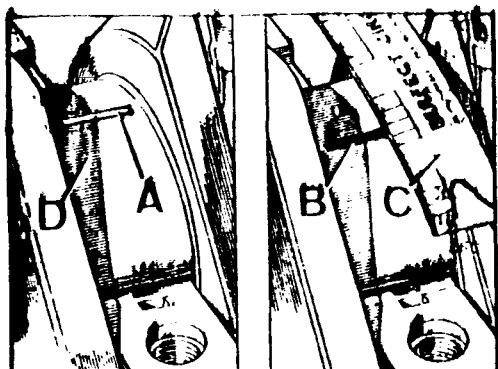

Fig. A3-93 Comprobación del juego entre los cojinetes y las muñequillas
7.1. Colocar un trozo de plastigage, A (Fig. A3-93) en la muñequilla que se va a comprobar, este trozo debe ser de largo igual que el ancho de la muñequilla. Montar la tapa y dar a las tuercas su par de apriete correcto, desmontar -- nuevamente la tapa y medir el ancho del plastigage, B, con la escala, C, -- que dispone la funda del citado plastigage. Esta medida deberá estar comprendida entre 0,019 y 0,069.